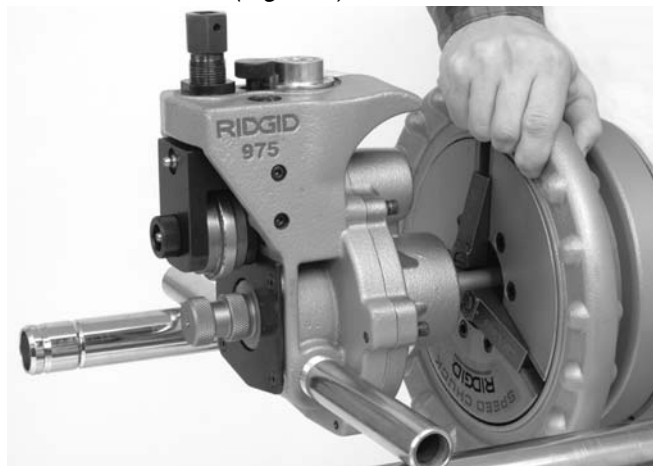

Figura 3 – Montaje de la Ranuradora a Rodillos No. 975 en el portaherramientas del Accionamiento Motorizado No. 300
2. Monte los brazos de soporte de la ranuradora sobre las barras de soporte del accionamiento motorizado. En seguida, el extremo del eje de accionamiento de la ranuradora dentro del portaherramientas del accionamiento motorizado. Cierre y apriete el portaherramientas del accionamiento motorizado sobre los planos del eje de accionamiento de la ranuradora. Gire el volante del accionamiento motorizado hacia la izquierda repetidamente con golpes fuertes para enclavar las mordazas alrededor del eje de accionamiento (Figura 3).